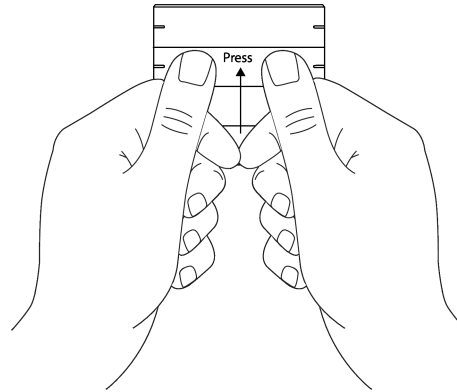

Bild 4: Bedienwippe mittig andrücken
- Mit beiden Daumen die Bedienwippe andrücken (siehe Bild 4).